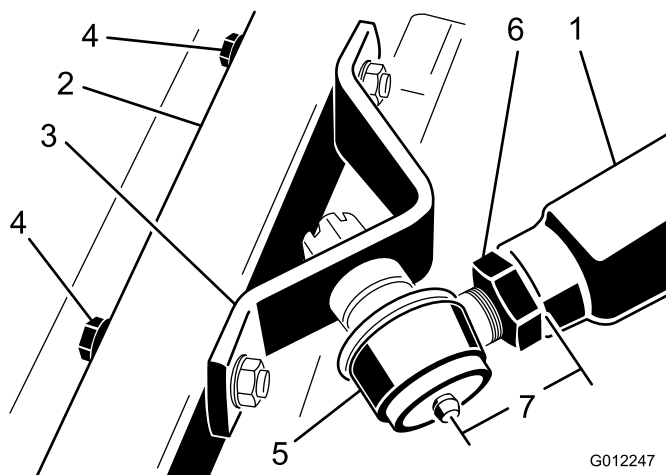

Figura 9
6. Aperte a grande porca que prende a rótula esférica ao braço de pressão (Figura 9). Ao apertar a porca, segure a rótula esférica direita para permitir a oscilação adequada durante a elevação e descida da unidade de corte. Remova cuidadosamente o bloco de madeira que prende o braço em baixo.